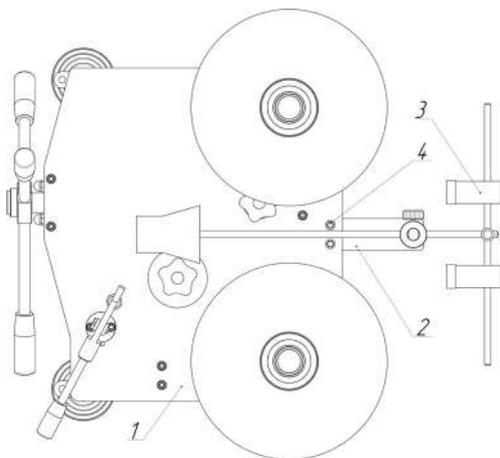

Рисунок 8. Установка УНПП на МП-1600
6.18 Установите на основание МП 1 (Рис. 8) основание 2 собранного УНПП. Зафиксируйте его положение двумя винтами 4.